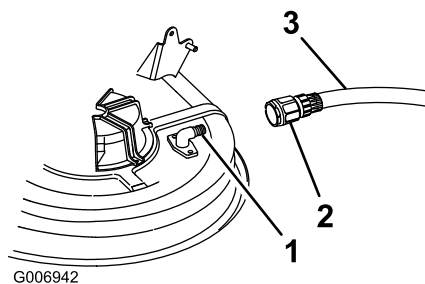

Figure 55
4. Vissez le raccord de lavage (non fourni) à l'embout de lavage du carter de tondeuse, et ouvrez l'eau en grand (Figure 55).